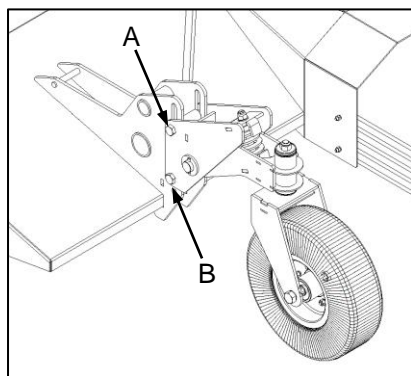

Fig. 5
- ✔ To set the working height, remove the lower wheel assembly retaining bolt (Fig. 5-B) and loosen the upper retaining bolt (Fig. 5-A).
- ✔ Om die werkshoogte te stel, verwyder die onderste wielmonteringsklemhout (Fig. 5-B) en maak die boonste klemhout los (Fig. 5-A).